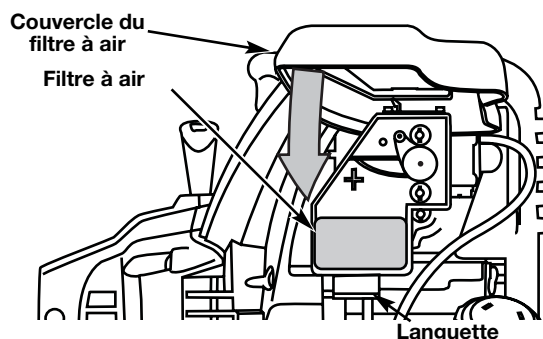

Fig. 50
8. Faites pivoter la couverture vers le bas jusqu'à ce que la languette sur la plaque arrière du filtre à air se verrouille en place dans la fente sur la couverture du filtre à air (Fig. 50).